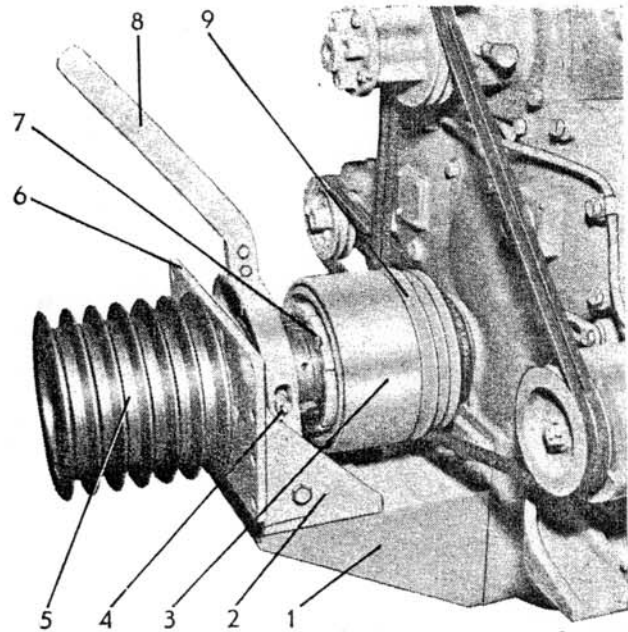
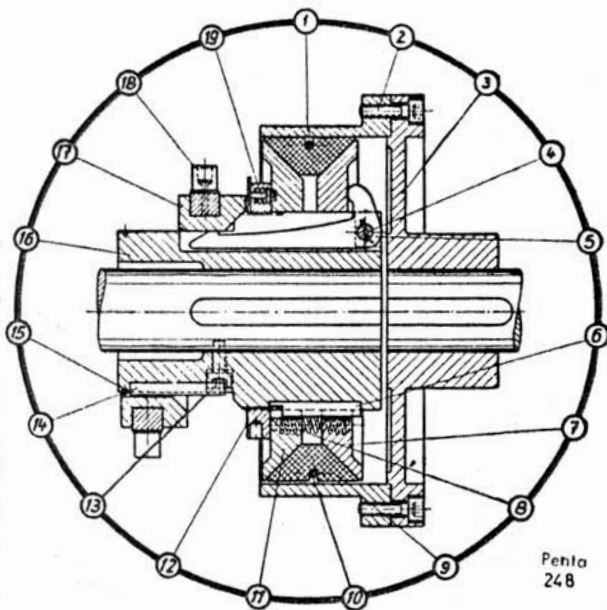
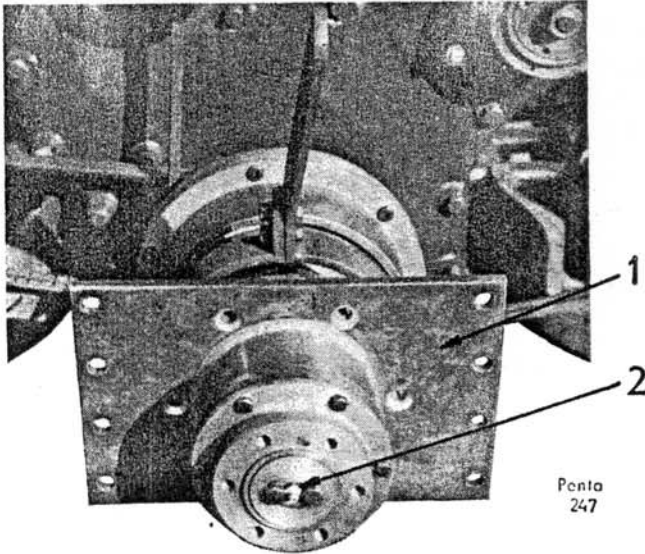

Abb. 67.
Abb. 68. "Conax"-Kupplung im Schnitt.
Abb. 70. "Conax" mit Stützblech für Einbaukonsole.
Die Frontseite der Ölwanne hat eine Anliegefläche an welcher ein Träger (1, Abb. 67) durch Bolzen befestigt ist. Da das Ausrichten des Trägers sehr genau sein muss, ist der Träger mit Führungsstiften versehen. Dasselbe gilt für das Lagergehäuse (2), das an dem Träger befestigt ist.
Mit dem Nebenantrieb folgt auch ein Stützblech (1, Abb. 70) an welchem Stützkonsole durch Bolzen zu befestigen sind. Die Konsolen müssen zuverlässiger Konstruktion sein, und sind unter genauer Ausrichtung im Motorrahmen zu befestigen.
Wenn die Kraft durch Riemen überführt werden soll, ist eine Riemenscheibe vom Glockentyp (5, Abb. 67) zu verwenden. Das Druckzentrum der Keil- oder Planriemen soll immer genau über dem Kugellager sein, um die Welle von Biegebeanspruchung zu entlasten. Wir empfehlen eine Riemenscheibe mit einer max. Breite von etwa 160 mm und einen min. Durchmesser von 180 mm.
Bei den Gelegenheiten ein Riemenwechsel an der Frontseite des Motors vorgenommen werden muss, sind die Muttern und die Führungstifte zwischen der Konsole (1, Abb. 67) und dem Lagergehäuse (2, Abb. 67) zu lösen, und danach wird das Lagergehäuse mit seinem zusammengebauten Kupplungsteil ca. 50 mm vorwärts gezogen. Dann können die Riemen beim Heben des Lagergehäuses unter demselben, oder wenn es sich um "Würfel" handelt, die Riemen zwischen den beiden Kupplungshälften geführt werden.
Ein kleiner Bedienungshebel wird zu dem "Conax" Nebenantrieb geliefert (8, Abb. 67). Dieser ist der Kupplung genau angepasst, und darf nicht ausgetauscht werden.
Wenn man sich Fernregler bedient, muss dessen Gelenke und Hebel genau abgewogen sein, damit sie nicht durch ihr Gewicht einen ständigen Druck auf die Kupplungshülse (17, Abb. 68) ausüben.
Der Reibungsring (9, Abb. 67) wird bei Bedarf wie folgt ausgewechselt:
3. Die neuen Reibungsringe sind der Reihe nach einzusetzen (sie sind von 1—6 nummeriert). Überprüfen, dass sie von den Lamellen (7 und 11, Abb. 68) durch die Zugfeder (10, Abb. 68) gehalten werden.
Das Lagergehäuse (2, Abb. 67) wird bei Riemenantrieb durch den Schmiernippel (2, Abb. 70) an der Frontkante der Welle mit Kugellagerfett geschmiert. Bei Direktantrieb erfolgt die Schmierung durch den an der Aussenseite des Lagergehäuses angebrachten Schmiernippel.
Der Kupplungsträger (18, Abb. 68) wird durch die Fettbüchse (4, Abb. 67) welche an dem einen Arm angebracht ist, geschmiert. Bei Bedarf ist ab und zu etwas Öl in die Büchse einzupressen. Auch die Gleitfläche für die Kupplungshülse ist manchmal mit einigen Tropfen Öl zu versehen.